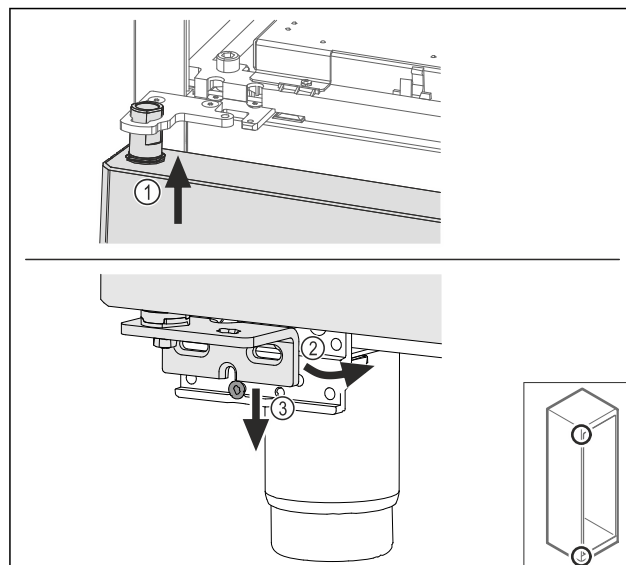

Fig. 64
- Indfør døren let på skrå foroven Fig. 64 (1), indjuster døren lige Fig. 64 (2), og påsæt den foruden på legebuksskruen Fig. 64 (3).